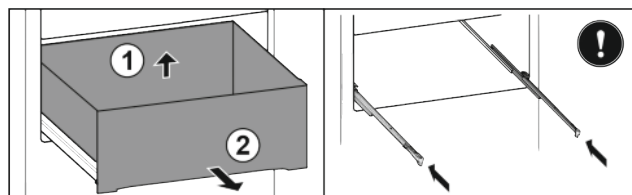

Fig. 38\*
- ▶ Поднимите выдвижной ящик сзади Fig. 38 (1).\*
- ▶ Извлеките движением вперед Fig. 38 (2).\*